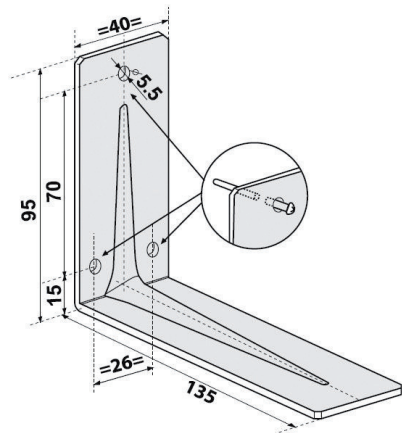

FIGURE 3
5. En passant le crayon à travers l'ouverture en bas de l'appareil, marquez le centre des trois trous de 5,5 mm de diamètre situés sur le petit côté de l'équerre placée contre le mur (figure 3).